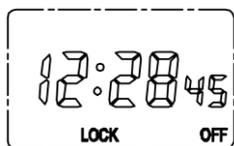

Fig.13
6.2.4 Una vez introducidos todos los programas pulsar "MD" durante 3 seg. para que queden memorizados todos los parámetros y el aparato pasará automáticamente a la situación "LOCK" (bloqueado) (ver.Fig.13)